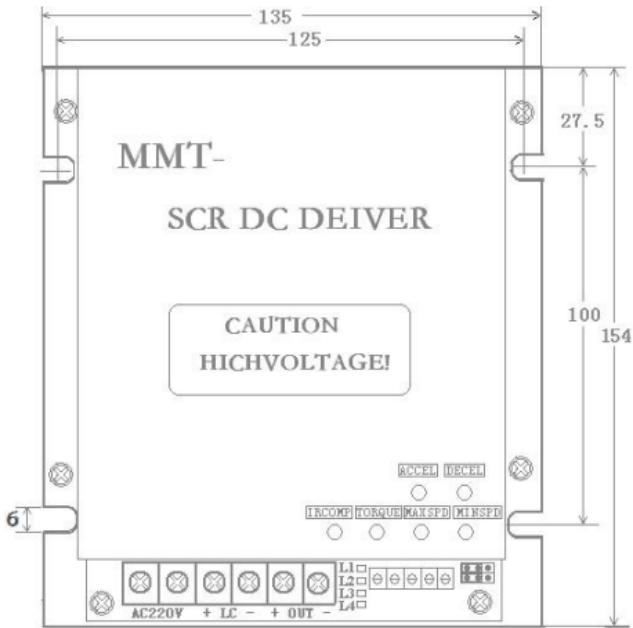

图 1
**四、外形尺寸: 154\*135\*80 mm 见图 1**